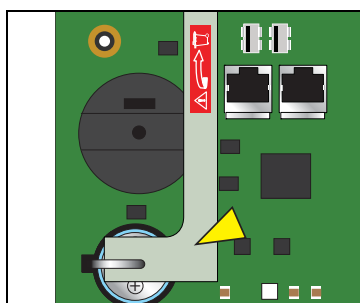

Figura 16. Retire a tira isolante da bateria da placa CPU do TLS-450PLUS
3. Retire a tira isolante da bateria que está embaixo do clipe retentor da bateria (ver Figura 16).